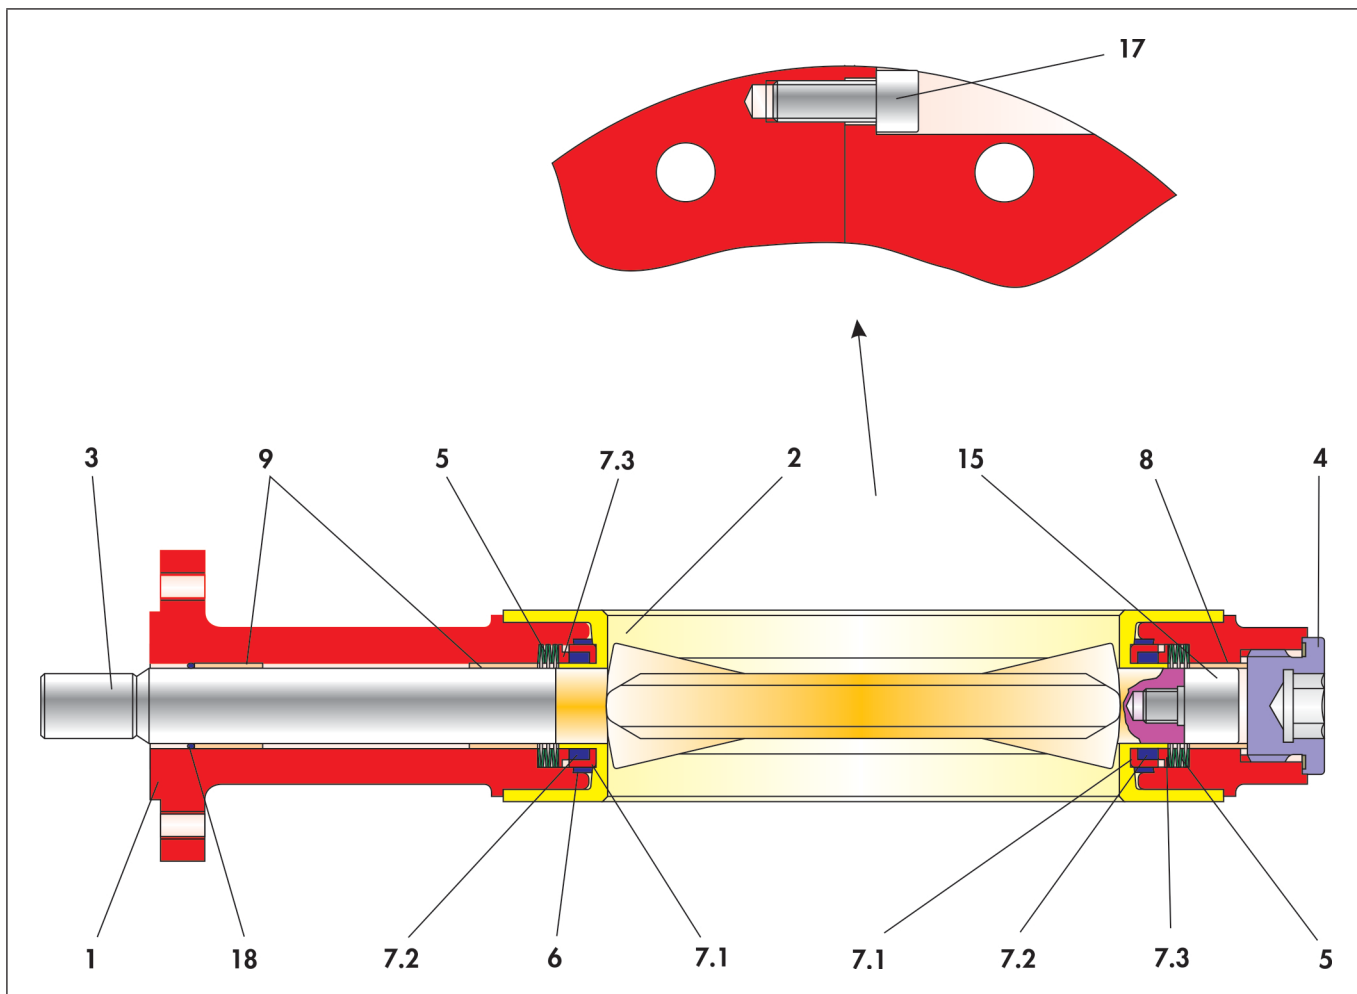

Figura 3-3: Desenho em corte da válvula borboleta BR 10e
- ⇒ Colocar os discos (7.1) a partir de ambas as extremidades sobre o veio da válvula borboleta (3) e sobre o colar do mancal do revestimento (2).
- ⇒ Colocar o inserto (6) à volta do revestimento (2), encaixando os orifícios do inserto à volta do colar do mancal.
- ⇒ Aparafusar o parafuso do mancal (15) no pino do mancal do disco da válvula borboleta (3).
- ⇒ Introduzir o casquilho (8) no furo do veio da metade inferior do corpo (1b).
- ⇒ Inserir o jogo de anilhas de mola (5), composto por 6 anilhas de mola, na respetiva posição da metade do corpo (1b). Consultar a disposição da anilhas de mola na figura 3-3.
- ⇒ Introduzir os casquilhos (9) no furo do veio da metade superior do corpo (1a).
- ⇒ Inserir o jogo de anilhas de mola (5), composto por 6 anilhas de mola, na respetiva posição da metade do corpo (1a). Consultar a disposição da anilhas de mola na figura 3-3.